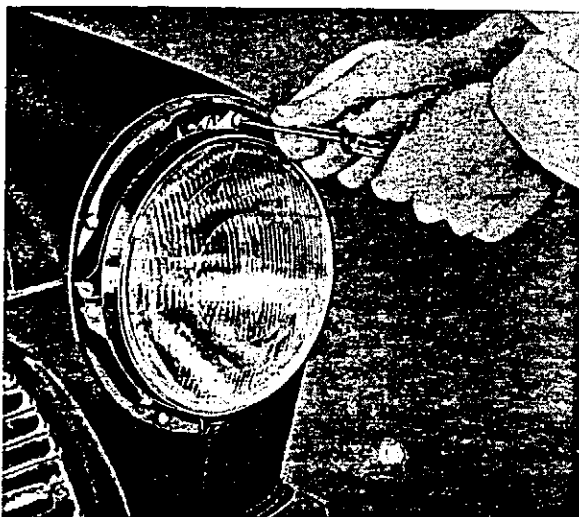

Abb. 114 Ausbau des Halteringes
2. Schrauben des Halteringes für den Scheinwerfereinsatz etwas lösen, siehe Abb. 114. Halter drehen, bis sich die Haken von den Schrauben lösen. Halter und Einsatz mit Lampenhalter herausheben.